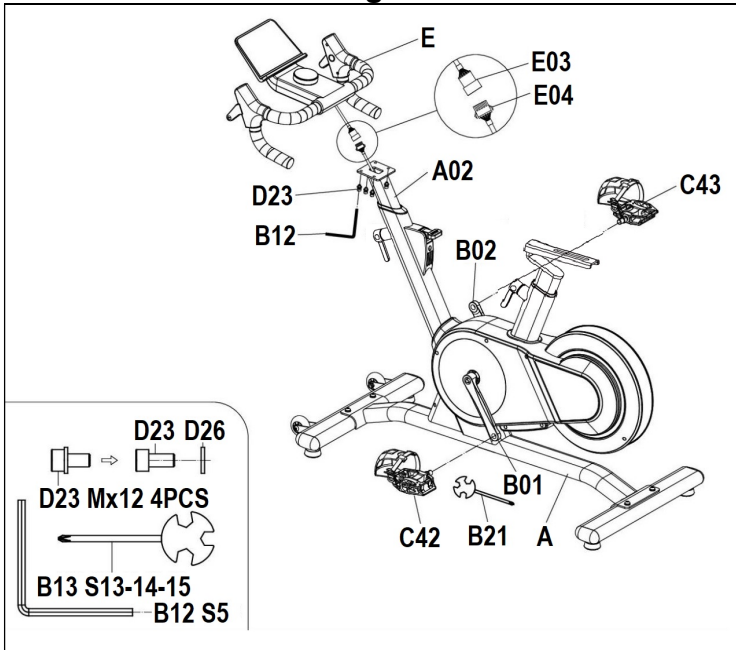

Fig.4
Coloque el sillín (F) sobre la deslizadera (A03) de la tija del sillín colocando el pomo (C29) y el tope (A09), Fig.4.